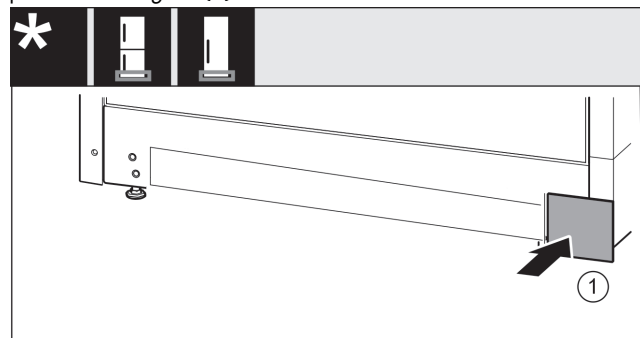

Fig. 18
- Poggiare nuovamente la copertura sull'altro lato. Fig. 18 (1)